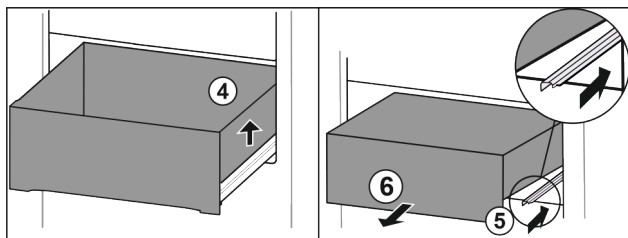

Fig. 90
- ▶ Tõstke sahtel paremalt üles. Fig. 90 (4)
- ▶ Lükake parem siin sisse. Fig. 90 (5)
- ▶ Võtke sahtel ettepoole välja. Fig. 90 (6)